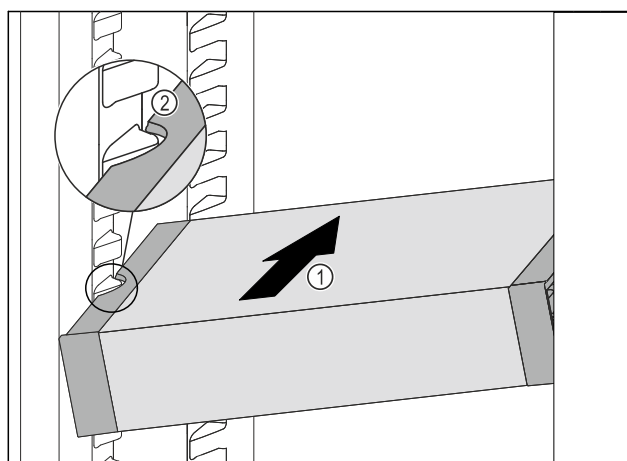

Fig. 71
- ▶ VarioSafe wsunąć ukośnie do chłodziarki Fig. 71 (1), aż boczne wycięcia Fig. 71 (2) VarioSafe będą się znajdować na wysokości żeber pojemnika w chłodziarce.